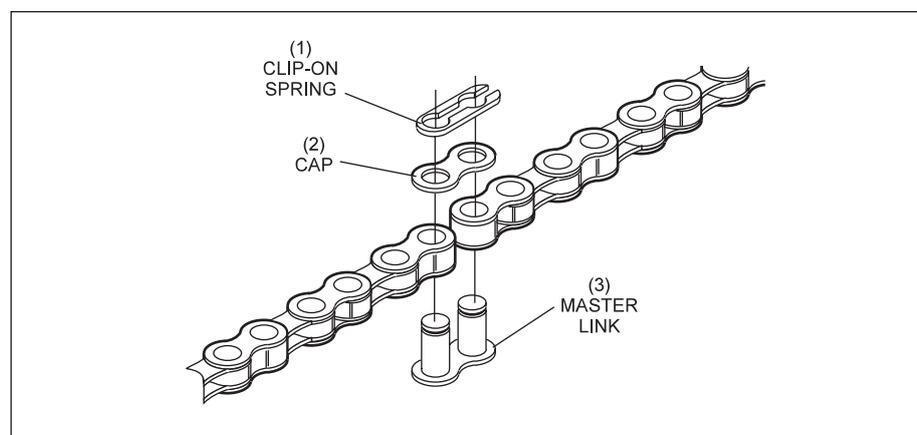

Figure 8-22. Réparation de la chaîne
6. Placez le capuchon sur les deux quilles du maillon principal. Reportez-vous à la Figure 8-22.